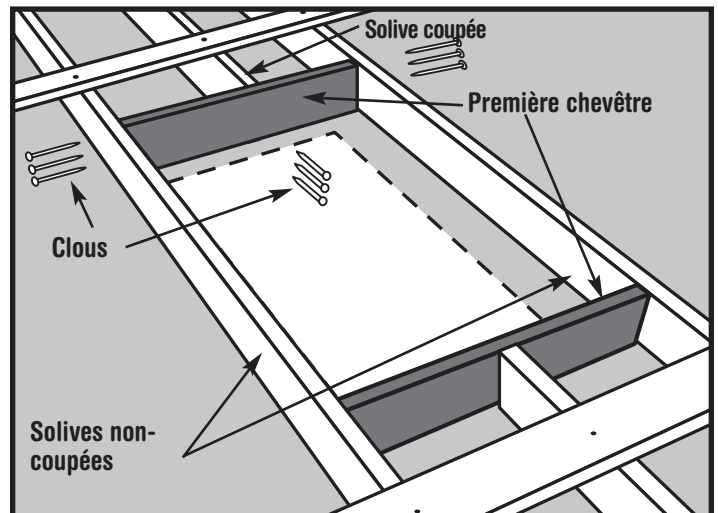

Figure 15
- Étape 3.** Placez une de ces chevêtres contre une extrémité d'une des solives coupées (Voir la Figure 15). Elle doit s'adapter juste entre les solives non-coupées.
- Étape 4.** Mettez d'équerre la chevêtre contre la solive non-coupée et clouez la chevêtre sur l'extrémité de solive coupée avec (3) clous 16d (Voir la Figure 15).
- Étape 5.** Vérifiez la perpendicularité de la chevêtre et plantez (3) clous 16d au travers de chaque solive dans chacune des extrémités de la chevêtre (Voir la Figure 15).